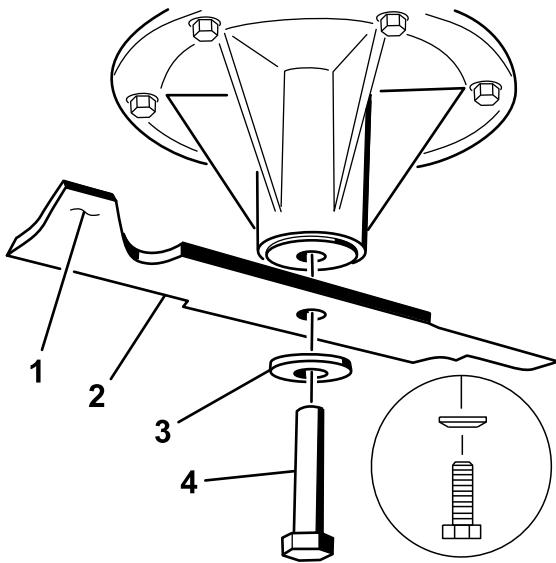

Figure 58
2. Pour les tabliers de coupe de 40 et 48 pouces, enlevez le boulon de lame, la rondelle bombée et la lame de l'axe de pivot (Figure 58).
3. Si la lame reste horizontale, elle est équilibrée et peut être utilisée. Si la lame est déséquilibrée, limez un peu l'extrémité de la partie relevée seulement (Figure 58).
1. Placez la lame sur l'axe (Figure 58).
Important: Pour obtenir une coupe correcte, la partie relevée de la lame doit être tournée vers le haut et dirigée vers l'intérieur du tablier de coupe (Figure 58).
2. Sur les tabliers de coupe de 40 et 48 pouces, montez la lame, la rondelle bombée et le boulon de lame (Figure 58).